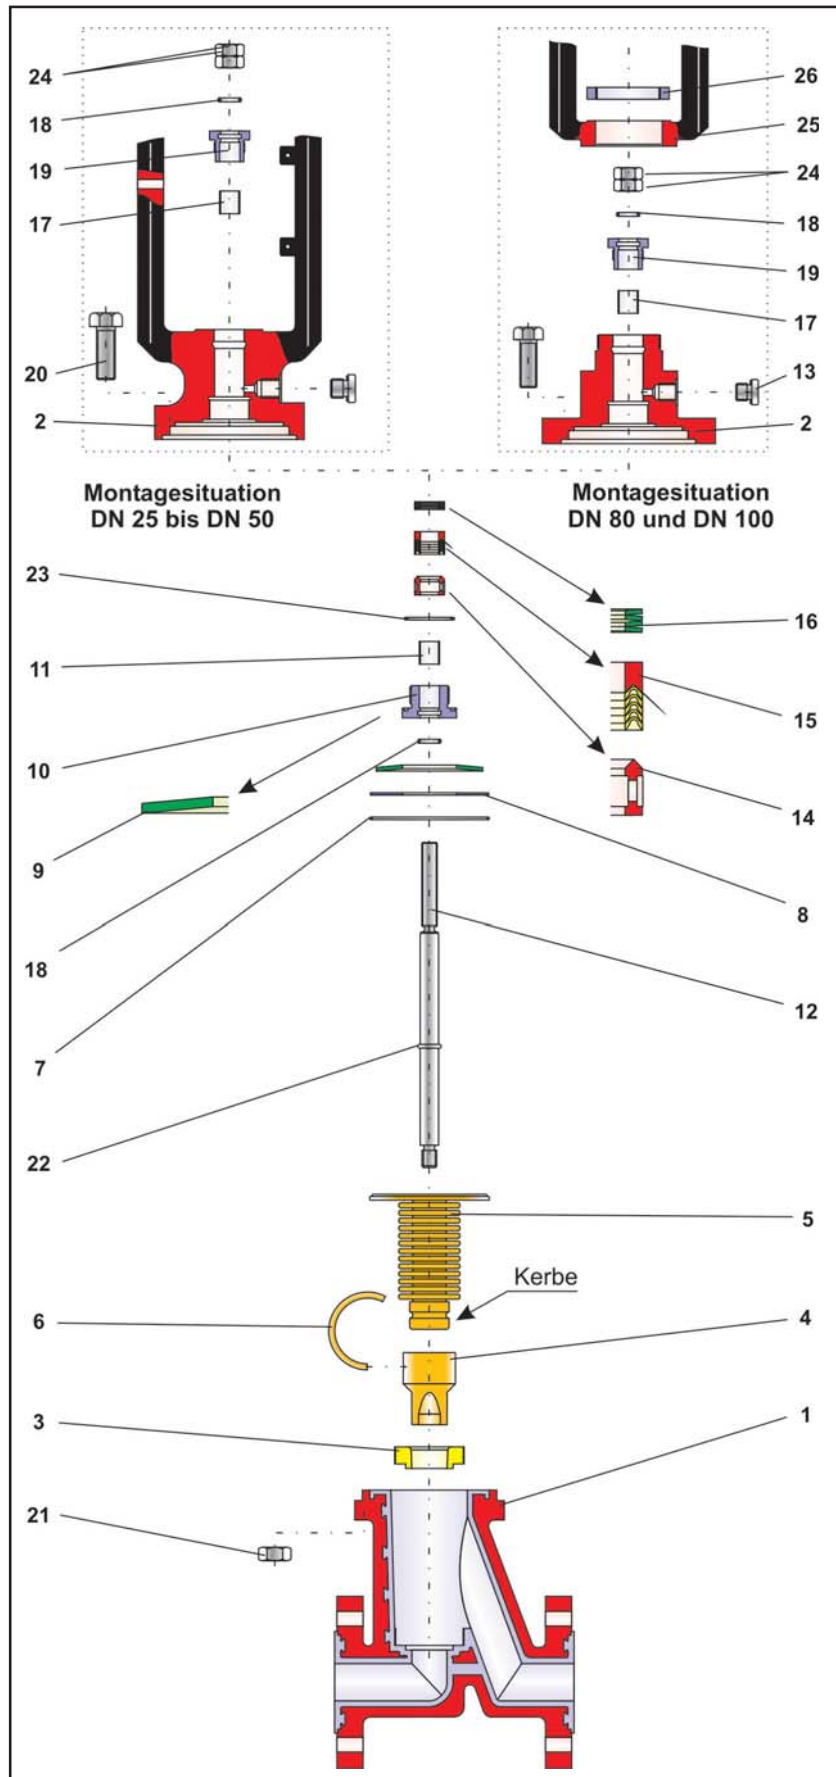

Bild 3 - Explosionszeichnung des Stellventils BR 1b, ab Baujahr 2006
Hinweis: Die in der Explosionszeichnung (Bild 3) dargestellte Lage und Anordnung der Einzelteile ist bei der Montage einzuhalten.
Der Tellerfedersatz (16) wird in die dafür vorgesehene Bohrung eingelegt. Die Anordnung der Tellerfedern ist der Explosionszeichnung (Bild 3) zu entnehmen. Nacheinander werden nun der Schlussring, die V-Ringe der Dachmanschettenpackung (15) sowie die Distanzrolle (14) eingelegt. Auch diese Anordnung ist der Explosionszeichnung (Bild 3) zu entnehmen.
Die Tellerfeder (9), die Druckscheibe (8) und der O-Ring (7) werden in den Deckelflansch (2) eingelegt. Die Anordnung der Bauteile ist der Explosionszeichnung (Bild 3) zu entnehmen.